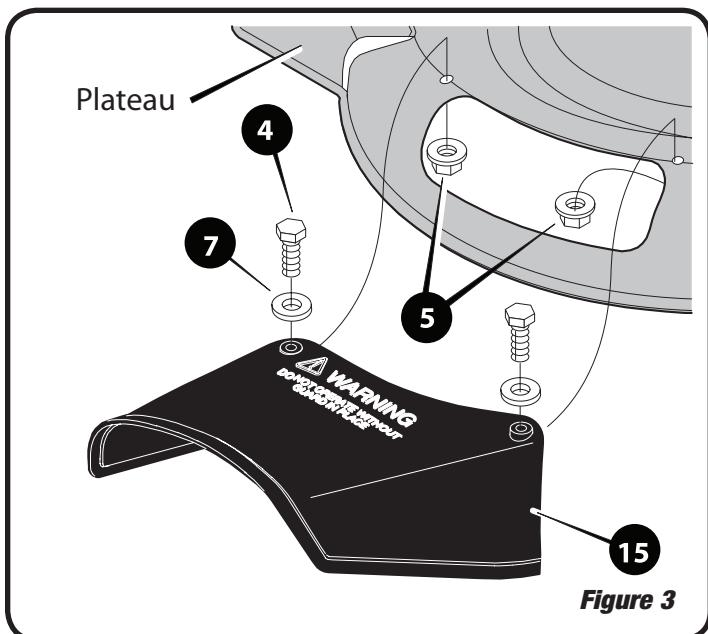

Figure 3
2. Sécurisez chaque boulon avec un écrou de blocage (article 5) comme illustré à la Figure 3.